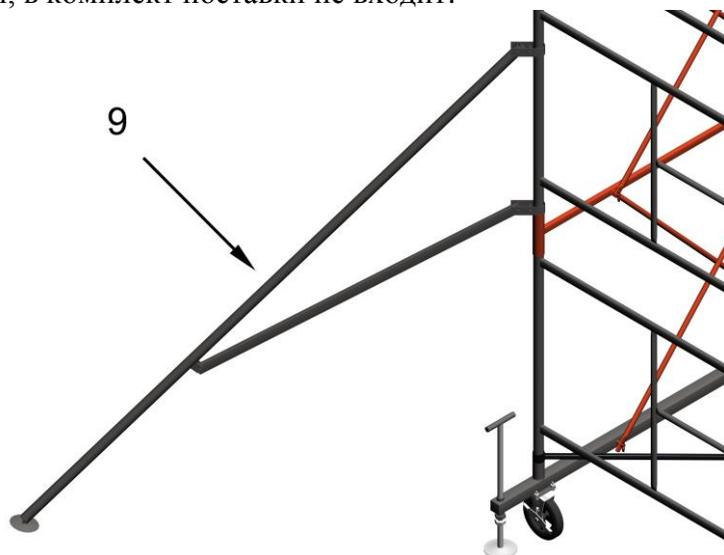

Рис.4
4.1. При сборке вышки высотой от 6.3 метра (4 секции включительно), для дополнительной устойчивости, у основания при необходимости закрепить стабилизаторы*(9) (рис.4).